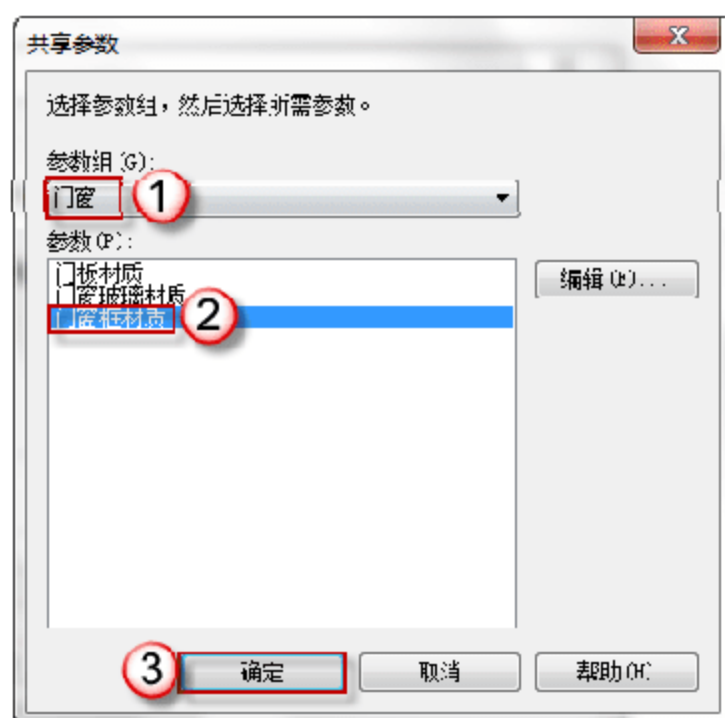

图 6.2.52 添加门窗框材质
(13) 添加 FM1521 乙门框材质。在门框的“属性”面板中，单击“材质和装饰”栏“材质”右侧的空白按钮，弹出“关联族参数”对话框，单击“添加参数(D)”按钮，弹出“参数属性”对话框，选择“共享参数”单选按钮，单击“确定”按钮，弹出“共享参数”对话框。在“参数组(G)”中选择“门窗”选项，在“参数(P)”中选择“门窗框材质”选项，单击“确定”按钮，如图 6.2.52 所示。